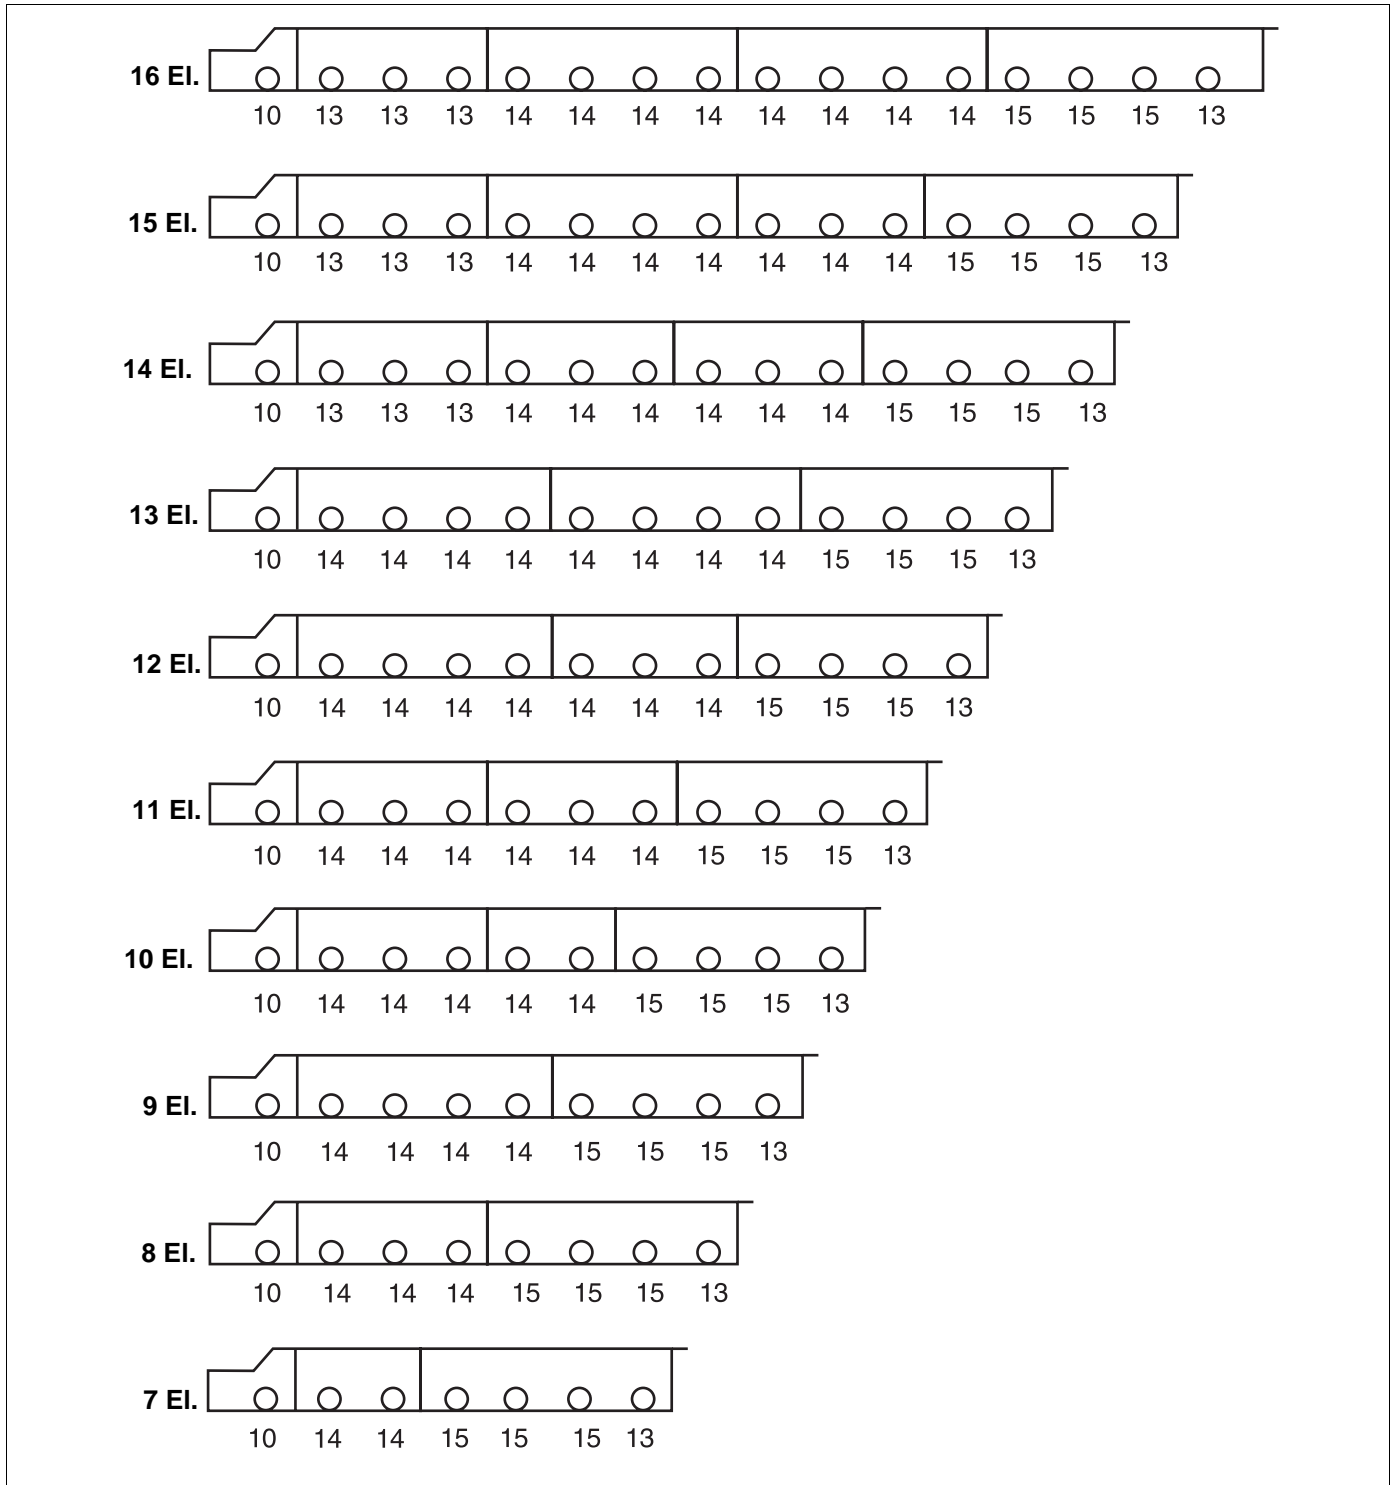

Fig. 22 Plan de montage (orifices Ø en mm)
- Introduire la prochaine rallonge suivant le plan de montage (fig. 22) et visser.
Le tube injecteur se compose d'une première partie et, selon la taille de la chaudière, de 2 à 4 rallonges par bloc de chaudière, à ce propos voir fig. 22.